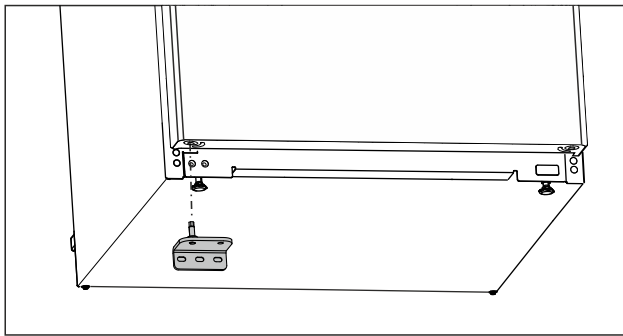

Fig. 25
- ▶ Vložte spodní stojan ložiska na opačné straně. (viz Fig. 25)